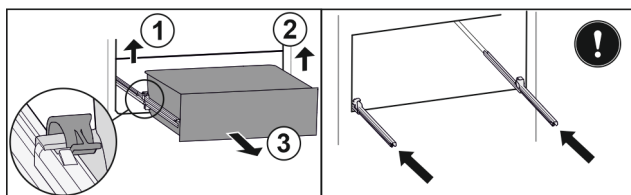

Fig. 37*
- ▶ Підняти лівий затискач і одночасно висувний ящик ліворуч потягнути вперед Fig. 37 (1).*
- ▶ Підняти правий затискач і одночасно висувний ящик праворуч потягнути вперед Fig. 37 (2).*
- ▶ Вийняти висувний ящик рухом вперед Fig. 37 (3).*